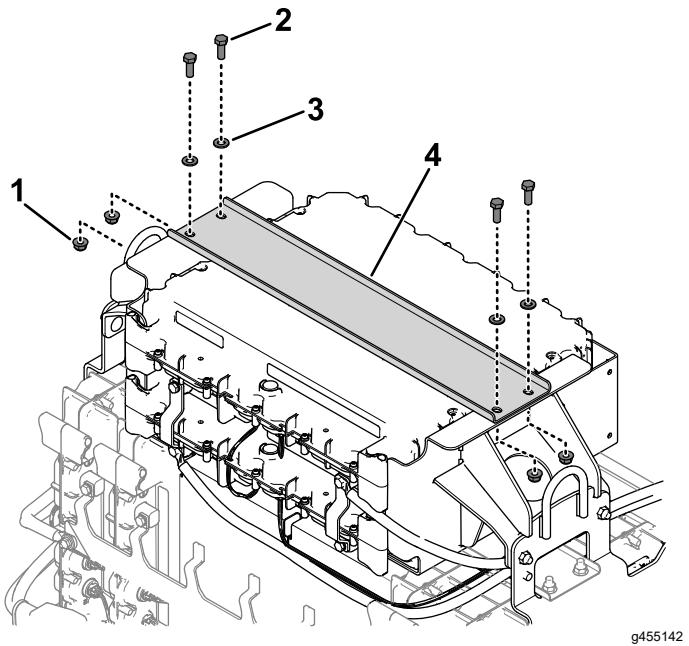

Figure 12
8. Avec 4 boulons à tête hexagonale (5/16"), 4 rondelles (5/16") et 4 écrous hexagonaux à embase, fixez le couvercle des batteries sur le support (Figure 12).